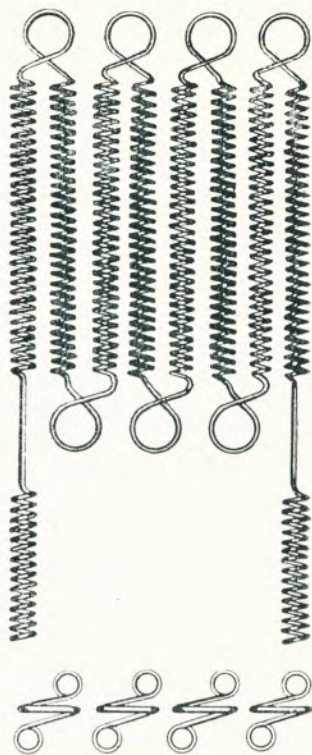

Рис. 4. Схема конструкции
2) свитая в спираль нить размещается в пределах квадрата определенных размеров в виде нескольких секций спирали, расположенных в двух параллельных плоскостях. Секции спирали, находящиеся в задней плоскости, помещаются против промежутков между секциями, расположенными в передней плоскости. Лампы со светящимся телом такой конструкции называются лампами «Биплан». Схема тела накала лампы «Биплан» показана на рис. 4.